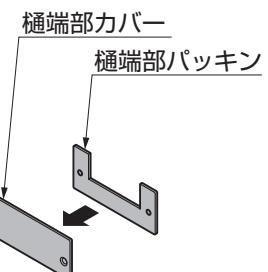

図2-7
- ①樋端部カバーの内側面に樋端部パッキンを貼付けてください。(図2-7参照)